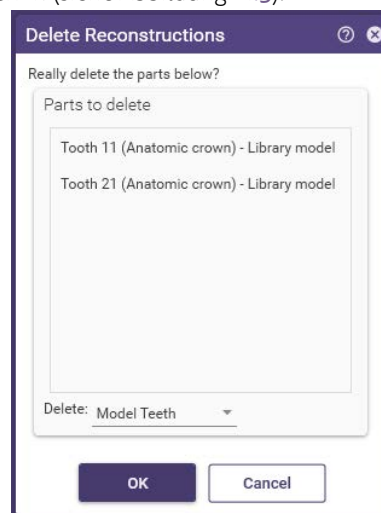

Abb. 21.5: Fenster: KONSTRUIERTE TEILE LÖSCHEN
Schritt 1: Klicken Sie in der Expertenwerkzeuggeste oder im Kontextmenü auf KONSTRUIERTE TEILE LÖSCHEN. Dies öffnet das Fenster KONSTRUIERTE TEILE LÖSCHEN (siehe Abbildung 21.5).